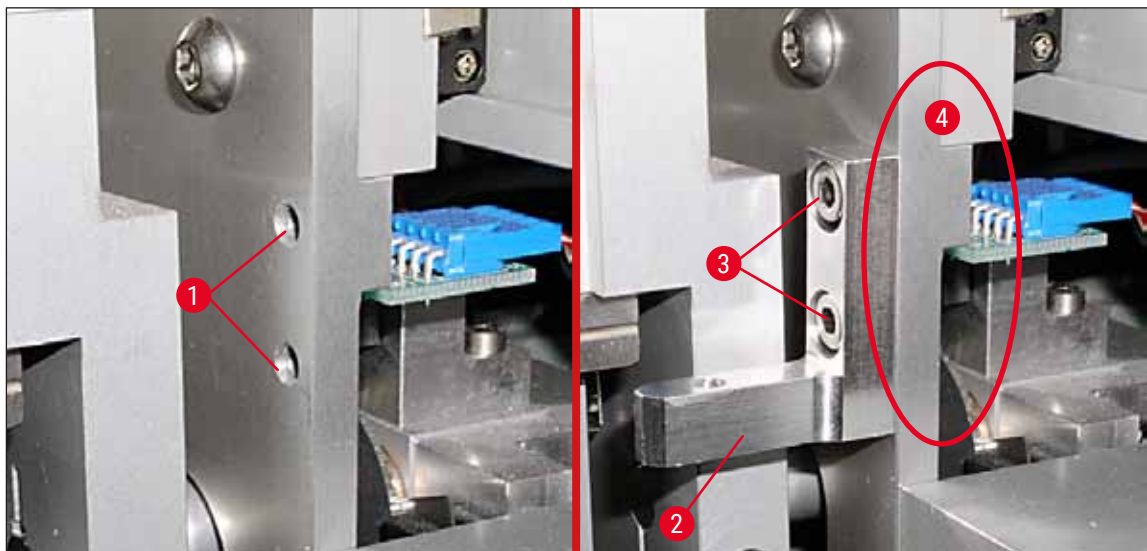

Bild 21
2. Fäst först fästbygeln (→ Bild 21-2) i hålen (→ Bild 21-1) i kåpens vägg (→ Bild 21-4) med de båda skruvarna (→ Bild 21-3). Kontrollera att fästbygeln är parallell mot kanten av kåpens vägg (ellips, (→ Bild 21)).
- Om kanten av preparatglasets tar i locket på borsthållaren kan du göra en finjustering efter det att du har lossat skruvarna (→ Bild 21-3) i kåpans vägg (→ Bild 21). Justeringen gör du genom att utnyttja det spel som finns i hålen.